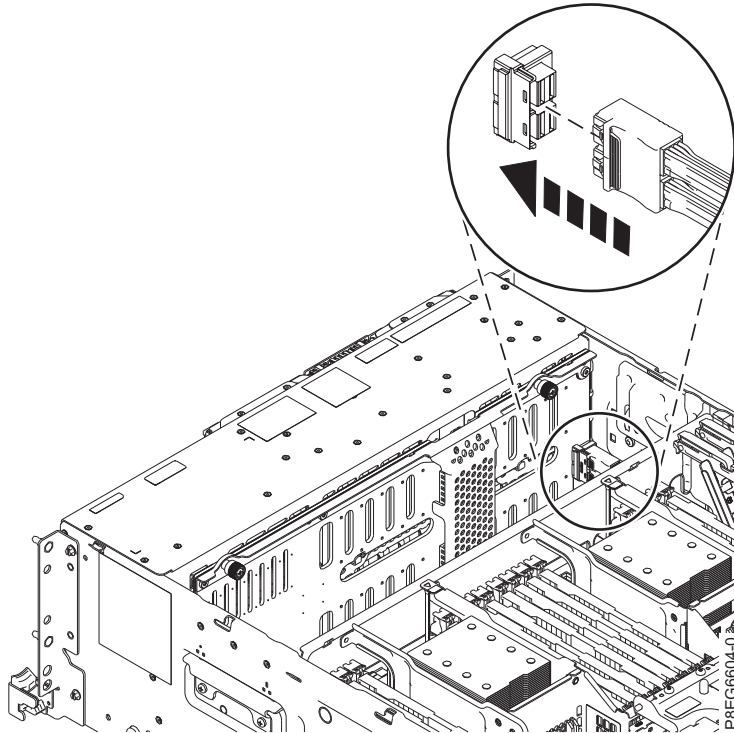

Abbildung 10. SAS-Kabel erneut mit der Rückwandplatine des Plattenlaufwerks verbinden
- Verbinden Sie das vordere SAS-Kabel wieder mit dem Anschluss an der Rückwandplatine des Plattenlaufwerks (siehe Abb. 10 auf Seite 11). Drücken Sie den Stecker so weit hinein, bis dieser einrastet. Ordnen Sie die Kabel an der Seite des Gehäuses an.